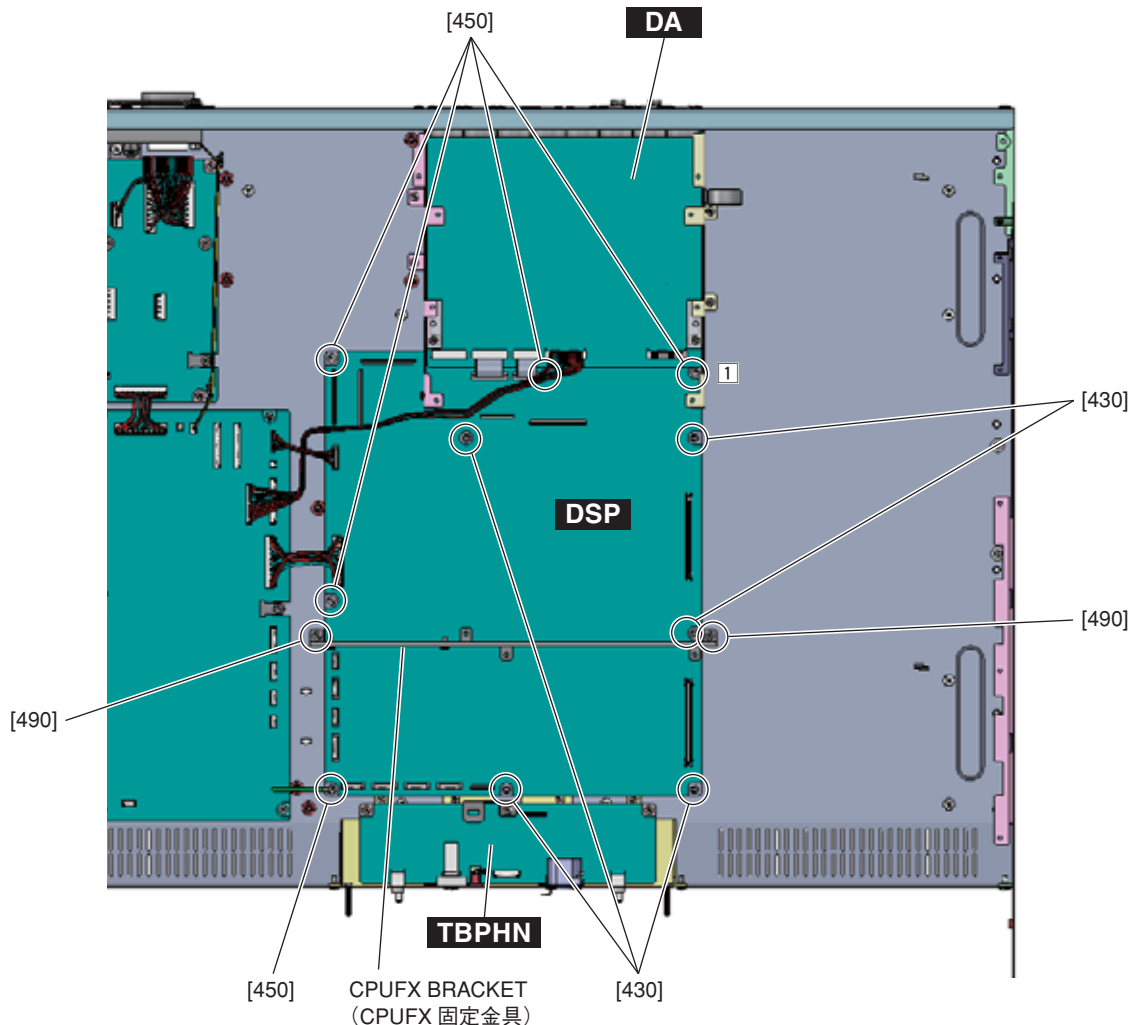

Fig. 3 (図 3)
- A-7-6. Remove the two (2) screws marked [490]. The CPUFX bracket can then be removed. (Fig. 3)
- A-7-7. Remove the five (5) hexagonal spacers marked [430] and the five (5) screws marked [450]. The DSP circuit board can then be removed. (Fig. 3)
* **When installing the DSP circuit board, tighten the screw ① shown in Fig. 3 and then tighten the other screws.**
- A-7-6. [490] のネジ 2 本を外して、CPUFX 固定金具を外します。(図 3)
- A-7-7. [430] の六角スペーサ 5 本と [450] のネジ 5 本を外して、DSP シートを外します。(図 3)
- ※ DSP シートを取り付ける際は、図 3 に示す ① のネジを締めてから他のネジを締めてください。